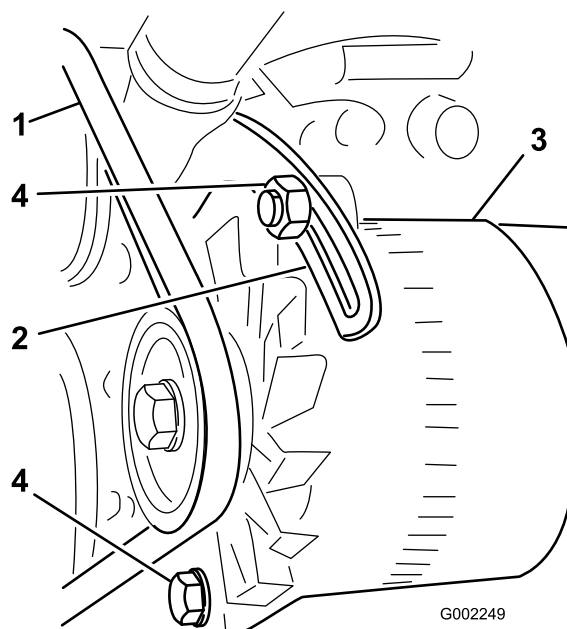

図 91
3. オルタネータのピボット部にあるボルト、およびオルタネータをプレースのスロットに固定しているボルトをゆるめる (図 91)。